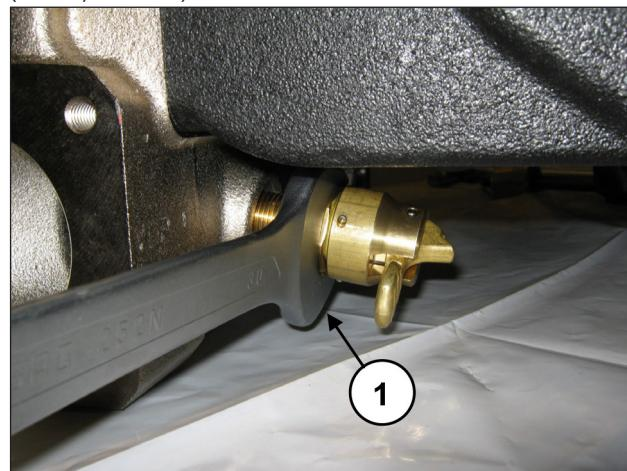

Abb. 141
Drehen Sie den Ventilöffner mit einem 30 mm Schlüssel ab (Pos. ①, Abb. 141).